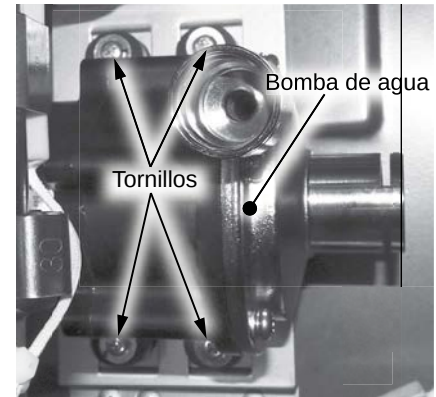

Figura 171 - Ubicaciones de los tornillos de la bomba de agua.
- 22** Ubique los cuatro (4) tornillos que fijan el conjunto de bomba de agua al soporte en la parte posterior del gabinete del calentador de agua. Use un destornillador Phillips de 12" para soltar los tornillos, de modo que ya no estén enganchados en las roscas del soporte. No retire los tornillos de las fundas de junta. Consulte la Figura 171.